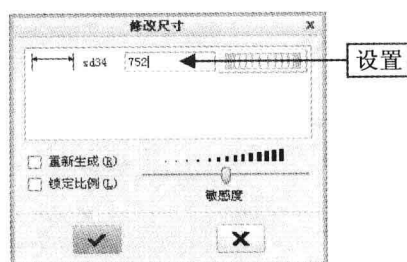

图 3-63 设置参数
Step 03 在绘图区左下方的尺寸值上单击鼠标左键，弹出“修改尺寸”对话框，取消选中“重新生成”复选框，并设置相应的参数，如图 3-63 所示。